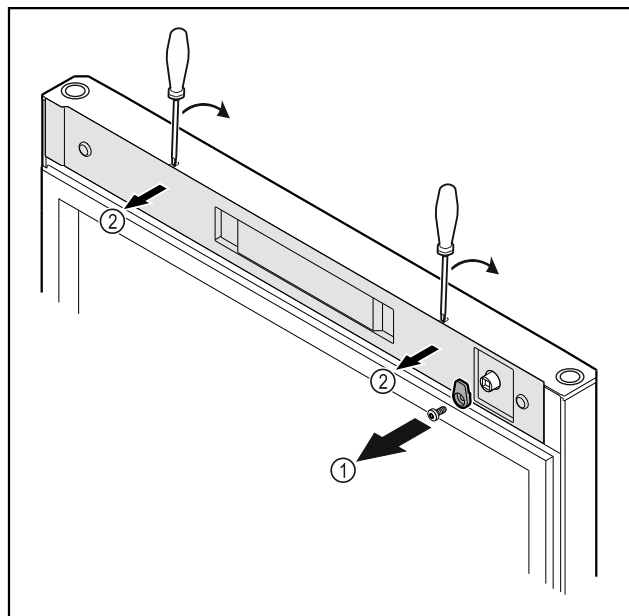

Fig. 20
- ▶ Odkręcić haczyk zamykający Fig. 20 (1).
- ▶ Osłonkę Fig. 20 (2) podważyć małym śrubokrętem i zdjąć.